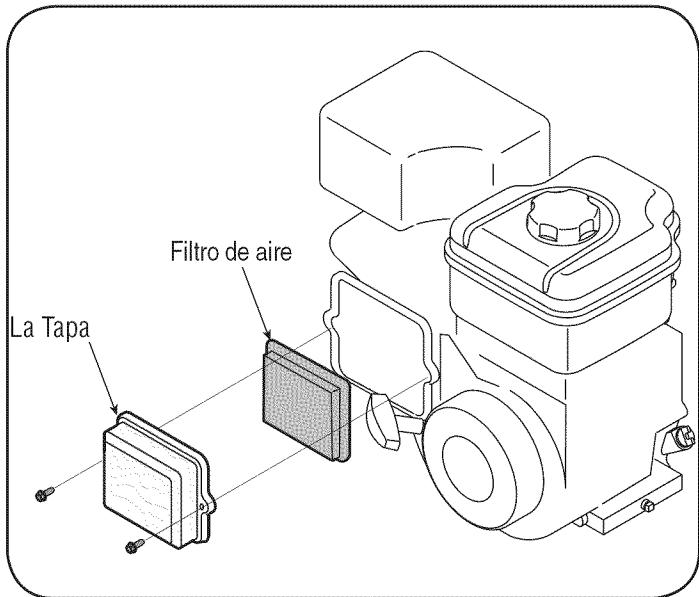

Figura 12
2. La tapa abierta y quita Filtro de aire. Vea la Figura 12.